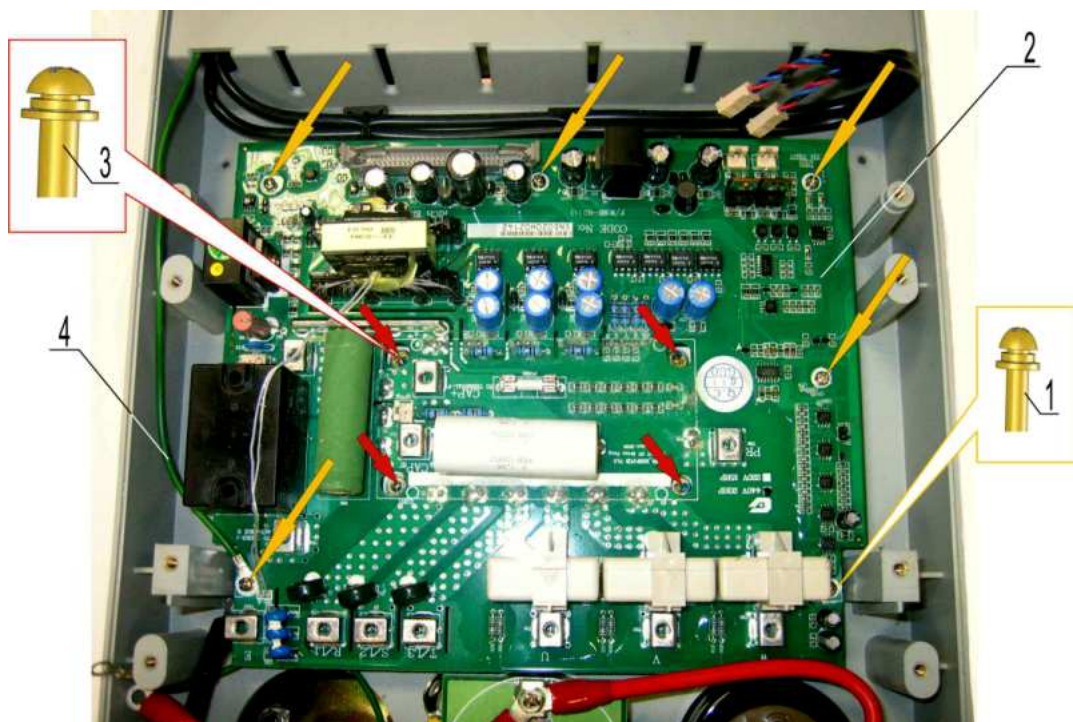

Рис. 6.9
6.6.10. Открутить четыре винта 3 крепления матрицы IGBT (рис. 6.9).
6.6.11. Открутить шесть винтов 1 крепления платы 2 (рис. 6.9). Снять с платы наконечник провода 4. Снять плату драйверов вместе с матрицей. Положить плату, винты крепления платы и винты крепления матрицы в тару.